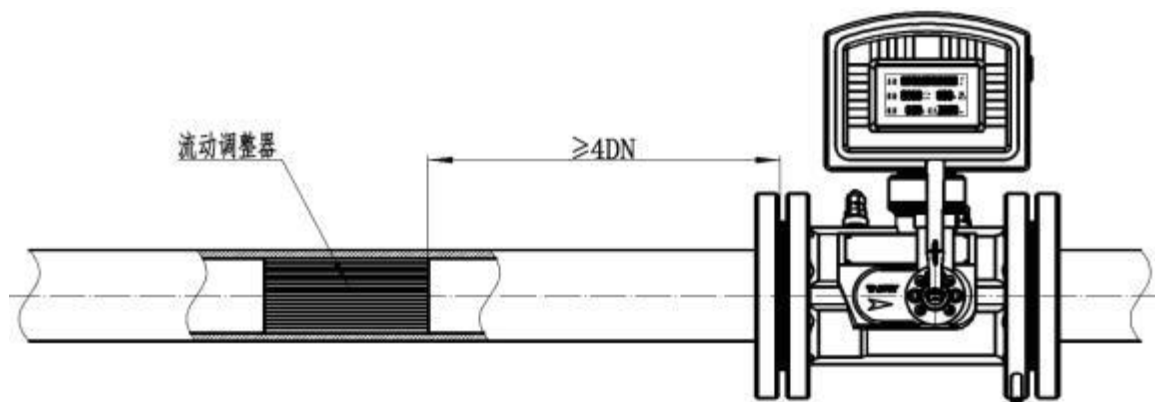

图 8 超强扰动时流量调整器安装图
5.5.4 流量计本身配置性能优良的内置式整流器，对于如标准 GB/T 18940-2003/ISO 995《封闭管道中气体流量的测量涡轮流量计》所述的低水平扰动情况，须保证前直管段 $\geq 2DN$ ，后直管段 $\geq 1DN$ ；对于标准所述的高水平扰动，须保证前直管段 $\geq 10DN$ ，后直管段 $\geq 5DN$ ；对于超强扰动源如产生强烈偏心出口喷射流的调压器等，建议在流量计上游安装流动调整器（流动调整器应符合 GB 2624.2 要求），整流器出口到流量计入口连接端 $\geq 4DN$ ，如图 8 所示。